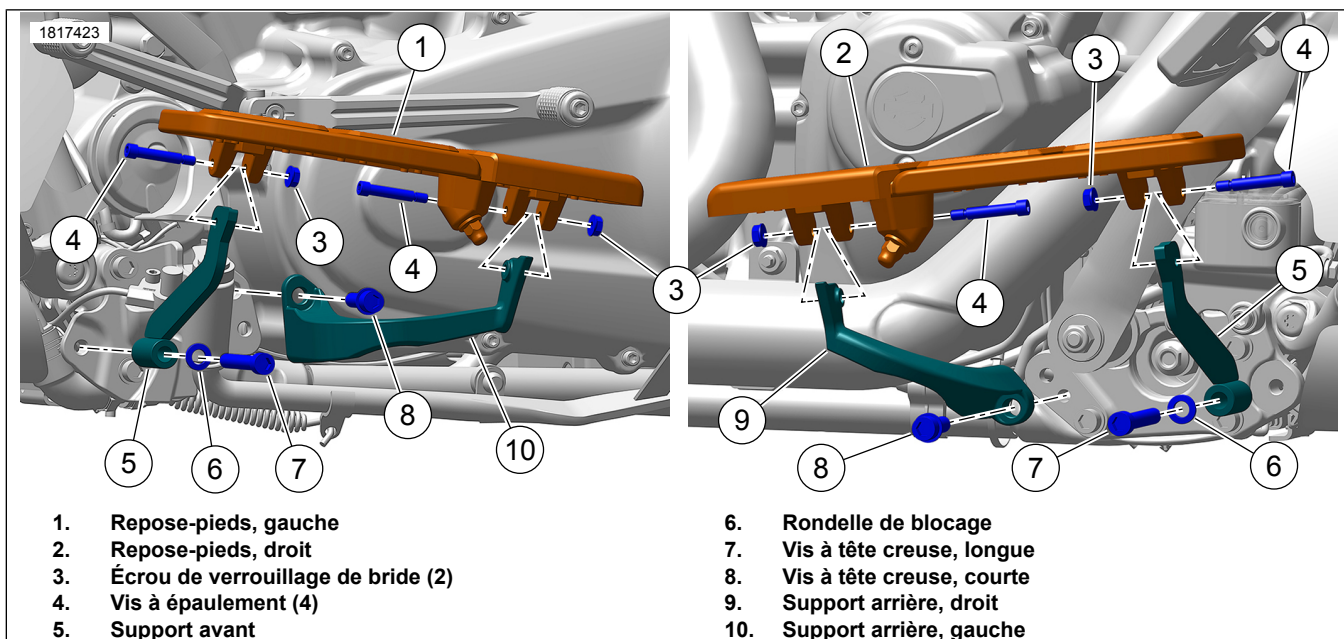

Figure 2. Repose-pieds conducteur (les quantités sont indiquées pour chaque repose-pieds)
1. Voir la Figure 2. Retirer les écrous de verrouillage de bride (3) et les vis à épaulement (4) du dessous du repose-pieds (1, 2). Conserver les écrous de verrouillage.
3. Retirez la vis à tête creuse (7), la rondelle d'arrêt (6) et les supports avant (5) des deux côtés. Nettoyez les filetages et maintenez les vis à têtes creuses.
1. Voir la Figure 2. Appliquez le frein-filet sur les filetages des vis (7).
3. Voir la Figure 2. Installer la rondelle d'arrêt (6) et la vis à tête creuse (7). Serrer.
4. Voir la Figure 2. Installer le repose-pieds gauche (1) sur les Équipement d'origine (OE) supports avant (5), les vis à épaulement (4) et les OE écrous de bride (3) retirés plus tôt. Serrer.
5. Voir la Figure 2. Installer le repose-pieds droit (1) sur les OE supports avant (5), les vis à épaulement (4) et les OE écrous de bride (3) retirés plus tôt. Serrer.